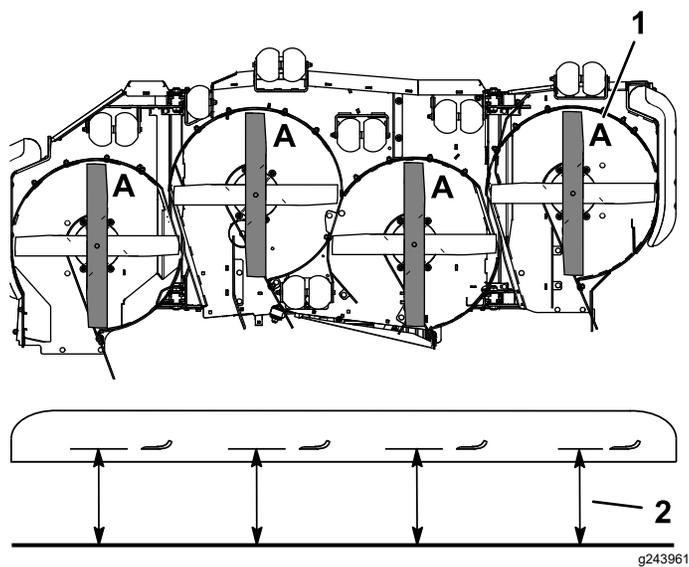

Рисунок 71
3. Поверните ножи так, чтобы их концы были направлены вперед и назад (Рисунок 71).
4. Измерьте расстояние от горизонтальной поверхности до режущей кромки ножей в положении **A**, (Рисунок 71).